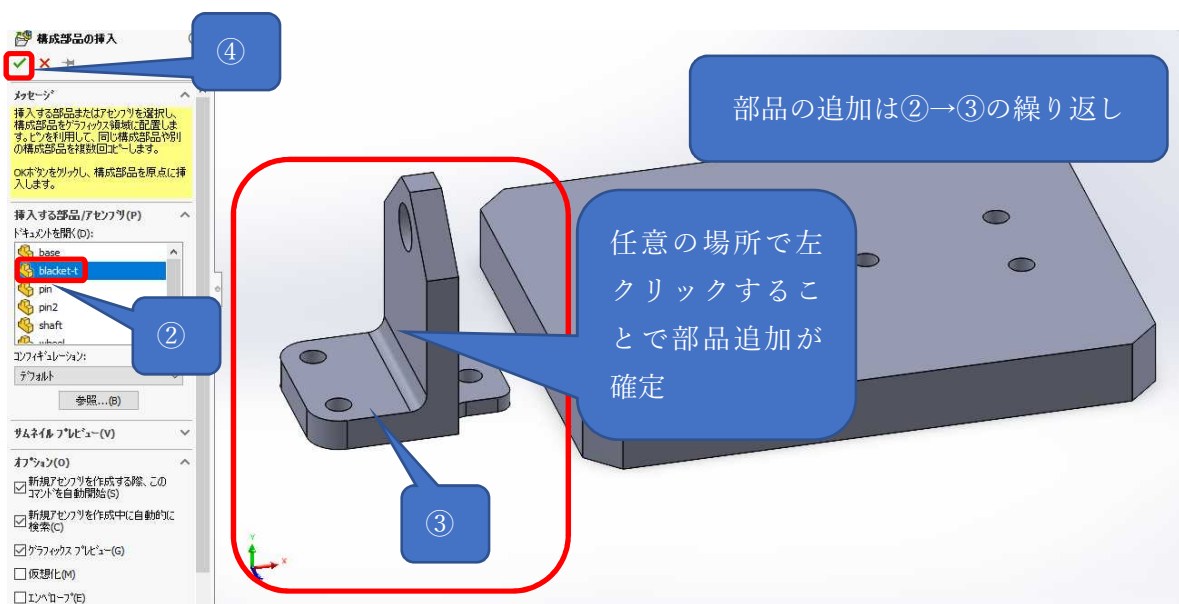

図 4.3.1 部品の追加手順
構成する部品を追加する場合、図 4.2.2 で示したように、最初に“構成部品の挿入”のアイコンを左クリックします。そうすると図 4.3.1 のような画面が表示されます。なお、4.2 で説明したように図 4.3.1 ではあらかじめ構成する部品類を全て読み込んだ状態で実施した場合があります。
(2) アセンブリ原点と部品原点の一致
最初に追加する部品のみ、図 4.3.1 において②の操作の後、④の操作を行います。それ以降の部品の追加の場合には図 4.3.1 同様、②→③の繰り返しになります。この操作はアセンブリ原点と部品の原点を一致させるための特別な操作になります。アセンブリ原点の詳細は書籍側（P 1 2 4 テクニック 4 8 部品の原点とアセンブリ原点を一致させる）で詳しく説明しています。